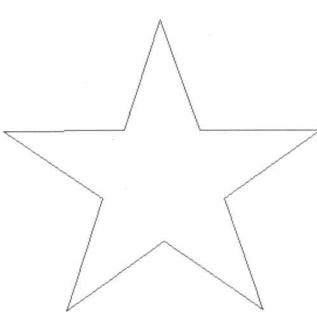

图 1-13 五角星效果
(8) 单击二维绘图工具栏上的“删除”命令按钮 ，删除正五边形，得到五角星图案。之后我们还可以通过执行【修改】→【修剪】菜单命令，将五角星内部的线条修剪掉，形成另一种五角星的效果，如图 1-13 所示。